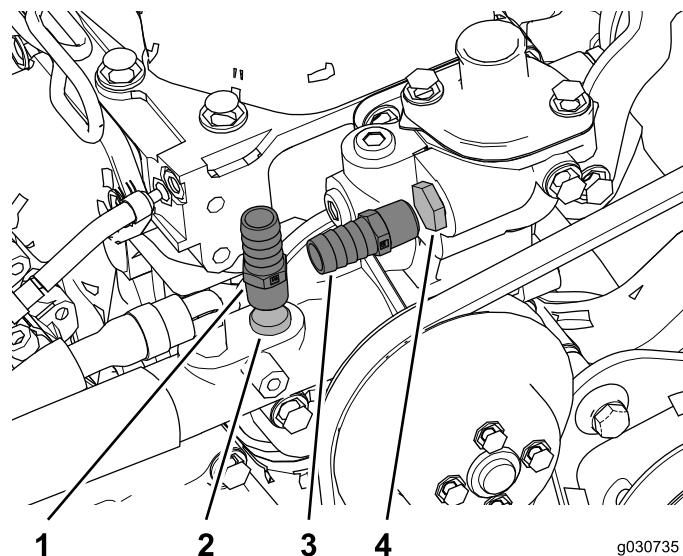

Рисунок 37
- Снимите с двигателя заглушки подающего и возвратного шлангов обогревателя и установите штуцеры (3/8 NPT x 0,625 [ступенчатая поверхность]), как показано на Рисунок 37.